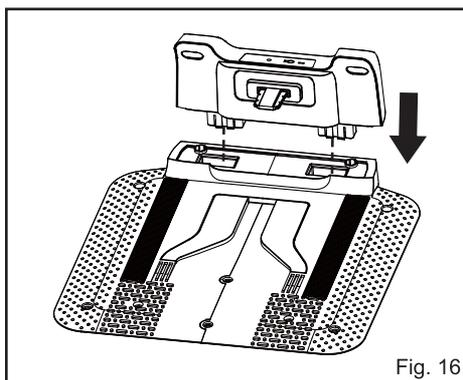

Fig. 16
- Inserte completamente la parte superior de la estación base en la base. Asegúrese de que la parte superior encaje firmemente en su sitio (Fig. 16).